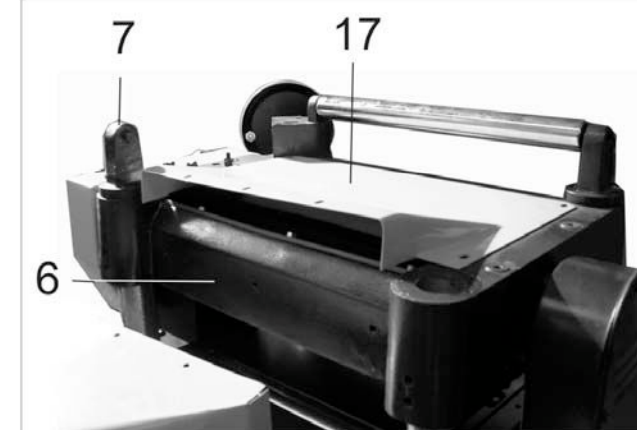

Рис.6
8.2.3. Как показано на Рис.6, демонтируйте переднюю стойку (7) и кожух (17). Используя детали крепления (L), закрепите на кожухе (17) патрубок пылесборника (18). Закрепите кожух (17) и патрубок пылесборника (18) на блоке строгального вала (6).
10.2.1. Демонтируйте стойку (7) и поддерживающий ролик (8), как показано на Рис.6. Демонтируйте кожух (17) и патрубок пылесборника (18).
10.2.6. Как показано на Рис.6, установите кожух (17) и патрубок пылесборника (18). Установите стойку (7) совместно с поддерживающим роликом (8).